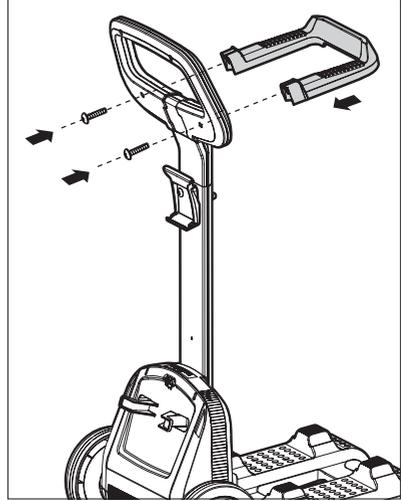

FIGURA 13
1. Utilizando los dos últimos tornillos Phillips más cortos, asegure el soporte del cable de alimentación al mango del carrito de transporte. Ver **Figura 13**.